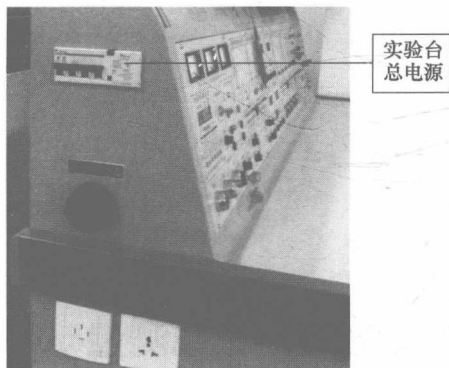

图 1.3.2 实验台总电源开关
(1) 实验台总电源开关在实验台左侧，将实验台总电源开关向上拨，使之开启，见图 1.3.2。